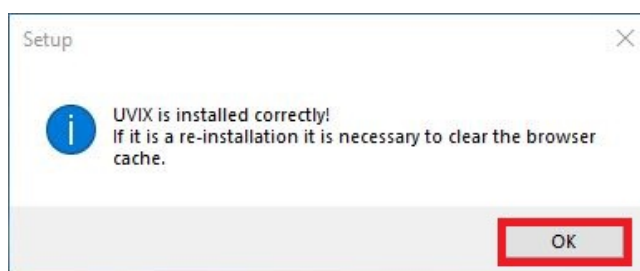

Figura 4.31: Termine installazione
21. Cliccare su "Ok" e dopo il riavvio ricordarsi di pulire la cache (la cronologia di navigazione) del browser, figura 4.31.